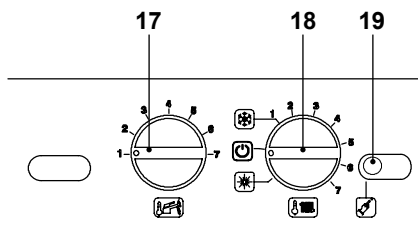

Figura 5.48
- Per uscire dalla programmazione posizionare il selettore di funzione / manopola regolazione temperatura riscaldamento 18 come indicato in Figura 5.48.